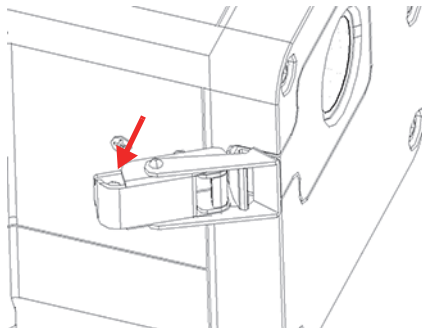

Figura 4-2 Trava puxada
3. Puxe a parte traseira da trava para liberar a tensão no painel frontal (Figura 4-2 na página 62).